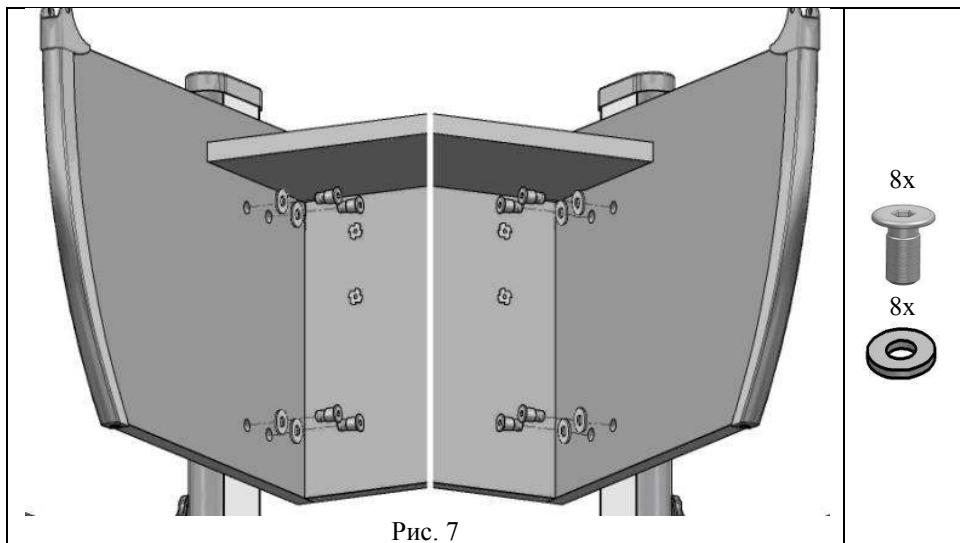

Рис. 7
- 4.3.3. Ввернуть и затянуть винт специальный (поз. 6, Пакет № 29 М) через шайбу (поз. 8, Пакет №29 М) в стойки левую и правую согласно рис. 7.